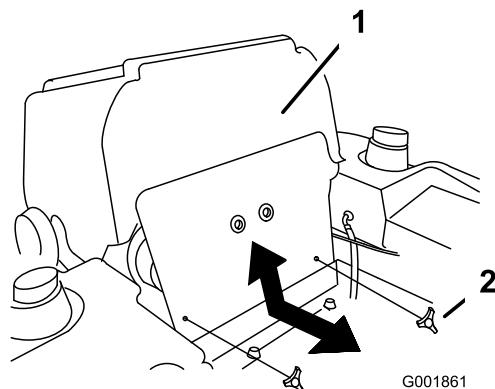

Figura 66
- Inclinete il sedile in avanti e togliete il pannello anteriore del motore (Figura 66).
- Montate il pannello anteriore del motore (Figura 66).